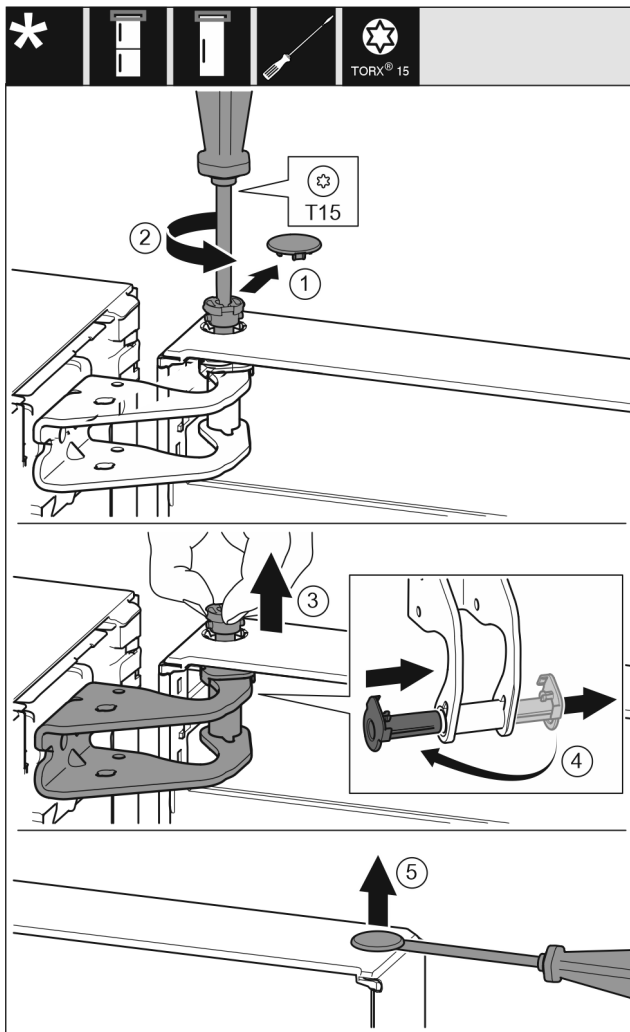

Fig. 10
- ▶ Свалете внимателно предпазния капак. Fig. 10 (1)
- ▶ С отвертка T15 отвийте малко болта. Fig. 10 (2)
- ▶ Задръжте здраво вратата и извадете болта с пръсти. Fig. 10 (3)
- ▶ Извадете лагерната втулка от водача. Поставете от другата страна и фиксирайте. Fig. 10 (4)
- ▶ С плоска отвертка внимателно повдигнете тапата от лагерната втулка на вратата и я извадете. Fig. 10 (5)